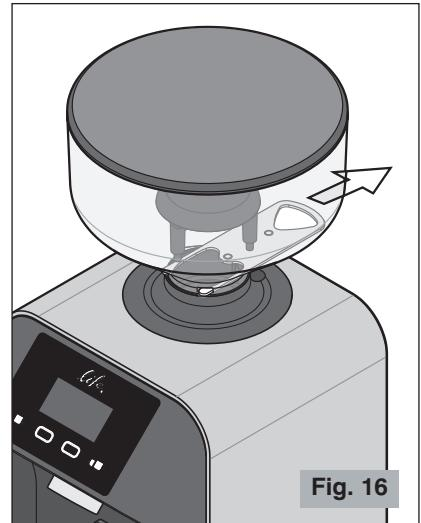

Fig. 16
**⚠ Accertarsi della completa apertura dell'otturatore della campana fino a fine corsa (ultimo scatto) (vedere Fig. 16).**